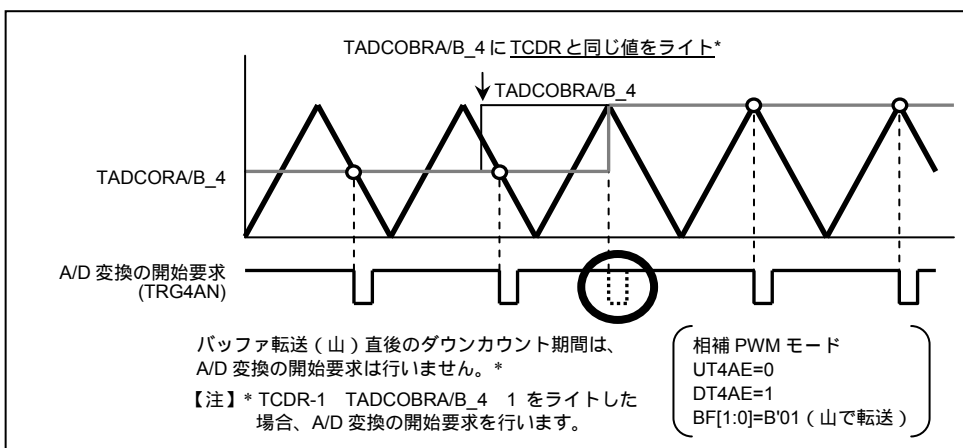

図 11.140 TADCOBRA/B\_4 に TCDR と同じ値をライトした時の A/D 変換の開始要求
- TADCOBRA/B\_4 に TCDR と同じ値、かつ、TADCR の DT4AE、DT4BE ビットに 1 を設定して、TCNT\_4 の山でバッファ転送した時、転送直後のダウンカウント期間については A/D 変換の開始要求を行いません（図 11.140）。